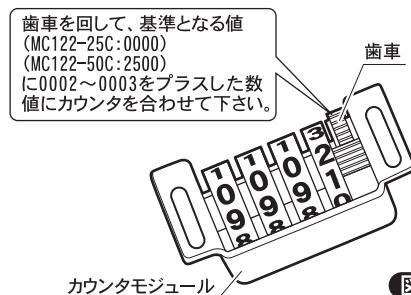

図5
②カウンタモジュールを取り出し、歯車を回して基準となる値に0.02~0.03をプラスしたところに合わせて下さい。**図5**